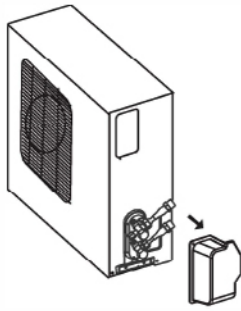

Fig. 6.1
1. Verwijder eerst de wateropvang van de buitenunit zoals weergegeven in Afb. 6.1.